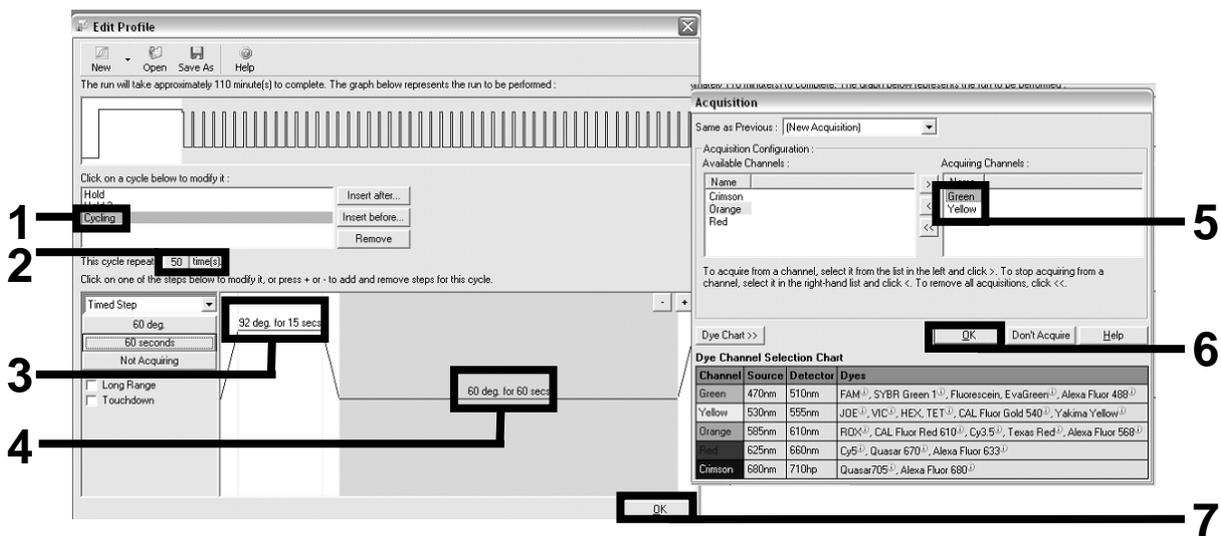

Ilustración 5. Amplificación del ADN.
Amplificación del ADN	Ilustración 5
13. Haga clic en el botón “Edit Profile” (Editar perfil) situado en el siguiente cuadro de diálogo “New Run Wizard” (Asistente para series nuevas) y programe el perfil de temperatura tal como se muestra en la tabla 4 y la ilustración 5. Asegúrese de añadir el último paso de adquisición a 60 °C, en cada ciclo, para ambos canales: “Green” (Verde) (FAM) y “Yellow” (Amarillo) (VIC).